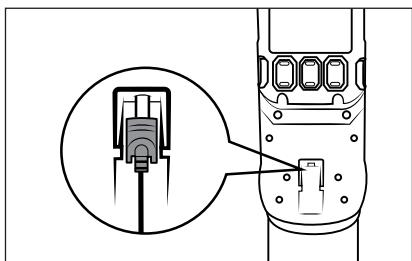

Fig. 8
- La aspiradora también puede cargarse directamente a través del adaptador de red 9. Para ello, extraiga el conector coaxial 10 del soporte mural 17 con un leve giro e insértelo en la conexión de carga 2 del aparato (consulte la fig. 8).